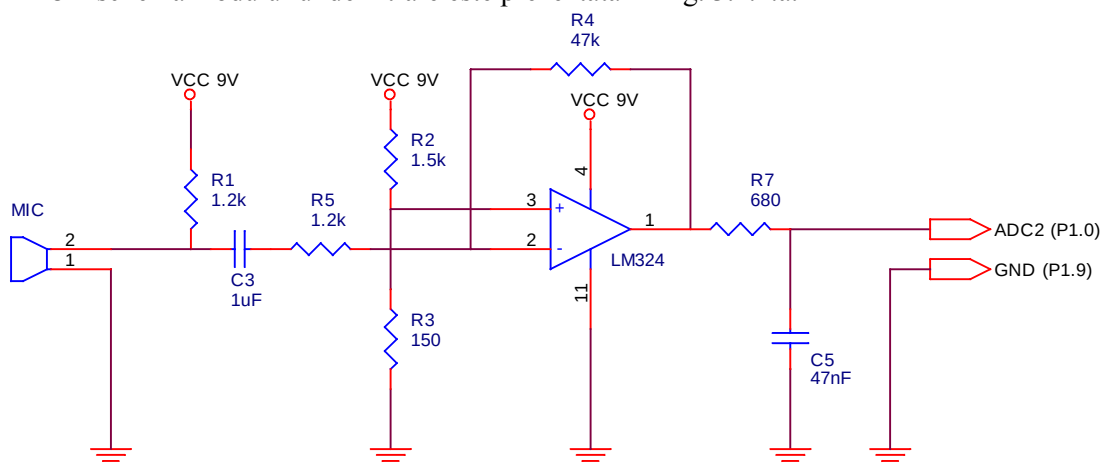

Fig. 3.2.1.a. Amplificatorul de intrare
- o schema modului de intrare este prezentata in Fig. 3.2.1.a.